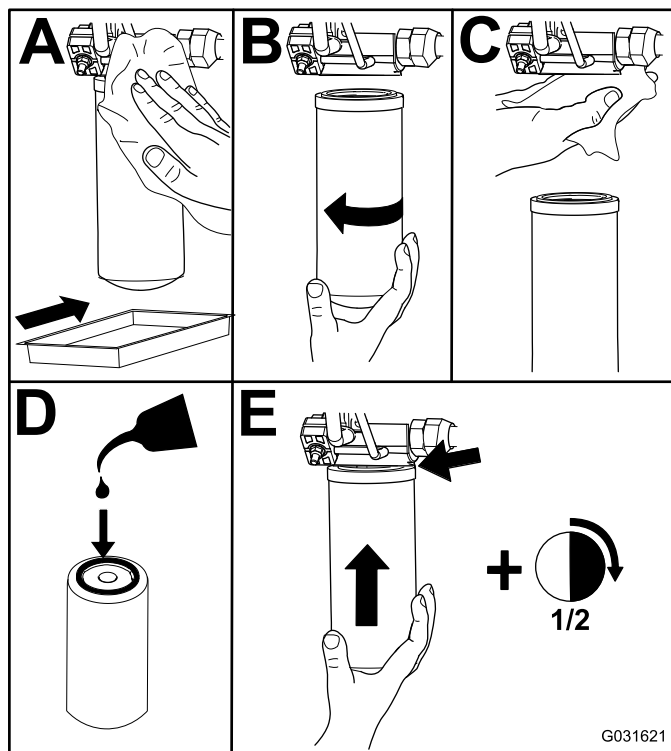

Figura 79
- Substitua os filtros hidráulicos (Figura 79).